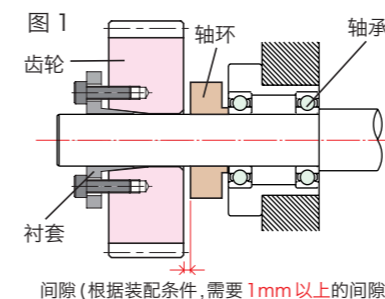

图 1 间隙(根据装配条件,需要 1mm 以上的间隙)
- ①轴径的推荐公差为 h7。限度为 h8,要减少跳动时推荐采用 h6。此外,轴径的表面粗糙度以 1.6a 为基准。
- ②请将联接部的孔和轴表面的垃圾、污渍、油分用稀释剂等擦拭干净,然后轻轻涂抹一层液压油 #68。涂抹钼类油或含添加剂的油会导致紧固转矩降低及打滑,请避免使用。
- ③使衬套的肩部与齿轮紧贴的同时完全插入轴中进行联接。此外,齿轮的背面侧需要保留 1mm 以上的间隙,否则将无法拆卸。(图 1)